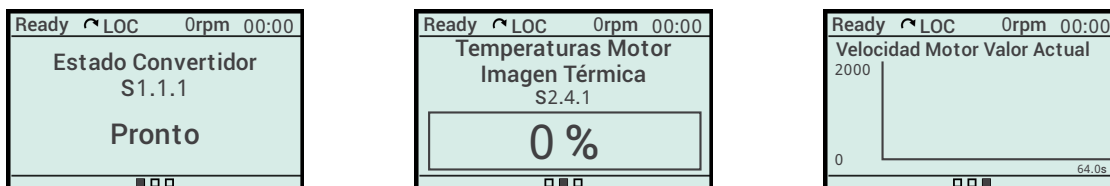

Figura 8.13: Visualización en (a) texto, (b) barra y (c) gráfico
- **Pantalla llena:** Incluye una pantalla principal entera y permite la exhibición de variables de lectura en formato texto, barra o gráfico. La Figura 8.13 en la pagina 8-6 presenta un ejemplo con los 3 formatos.